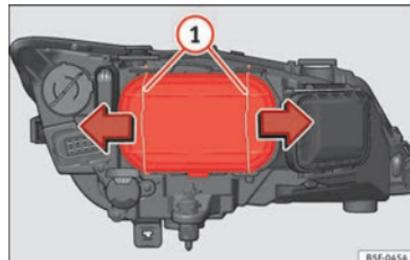

Abb. 102 Abblendlicht
- Verschieben Sie die Strebenelemente » Abb. 102 1 in Pfeilrichtung und nehmen Sie den Deckel ab.